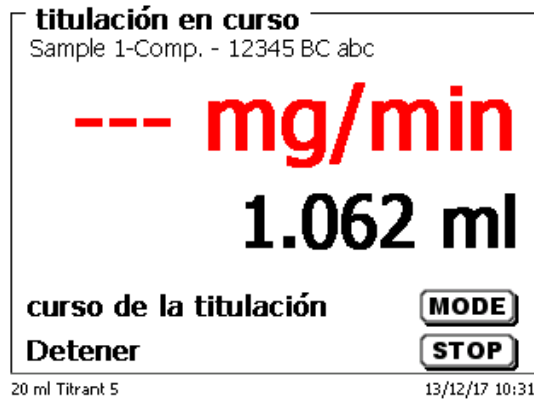

Fig. 52
- el uso en ml con la deriva en $\mu\text{g}/\text{min}$ (Fig. 52),